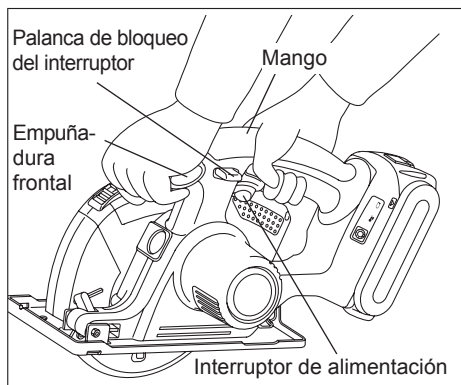

Fig. 8
Sostenga la herramienta con ambas manos. (Consulte la Fig. 8.) No intente extraer el material de corte cuando la cuchilla esté en movimiento.
- Siempre sujete el asa con una mano y la asidera delantera con la otra. (Vea la Fig. 8) Mantenga el asa firme y presione el interruptor hasta el fondo.